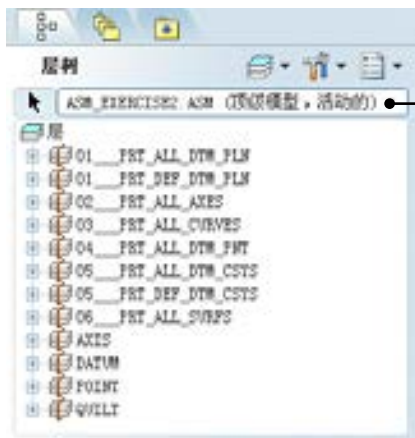

图 7.7.1 装配层树
Step2. 在工具栏中按下“层”按钮 , 此时在导航区显示图 7.7.1 所示的装配层树。